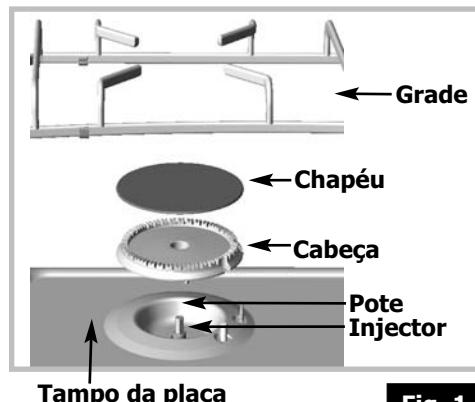

Fig. 1
- Com ajuda da chave fornecida, desataraxe os injectores situados no fundo da cada pote e retire-os (**fig 1**).